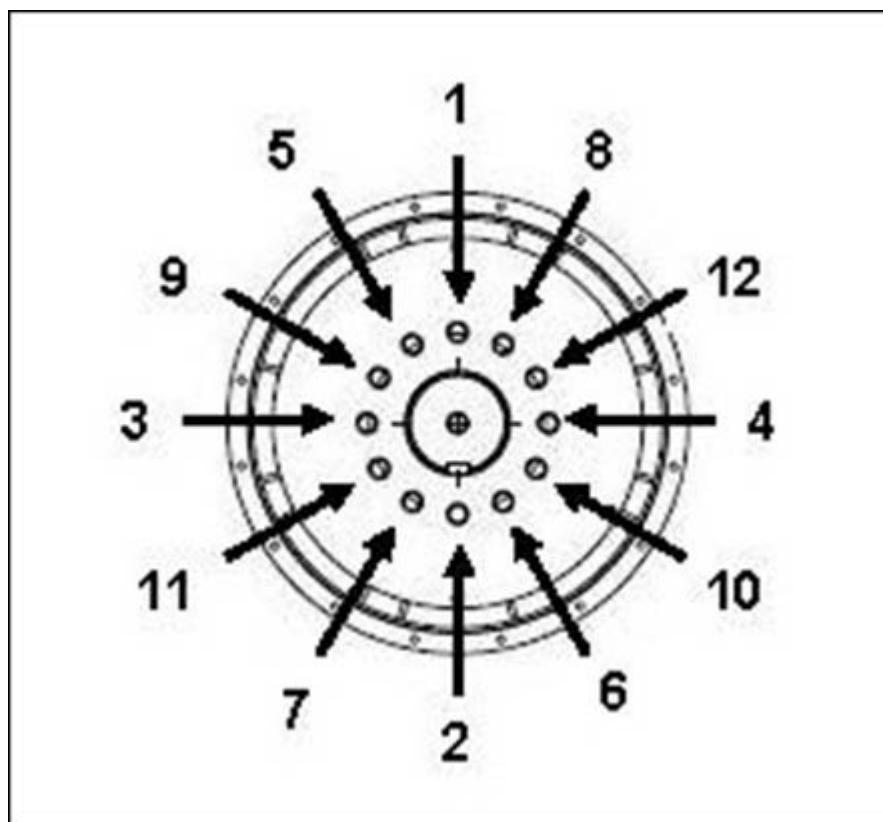

図 13. ハブへの固定手順
4. 必要に応じて、表示の順番でカップリング ディスク ボルトを締め付けます 図 13 ページ 25。